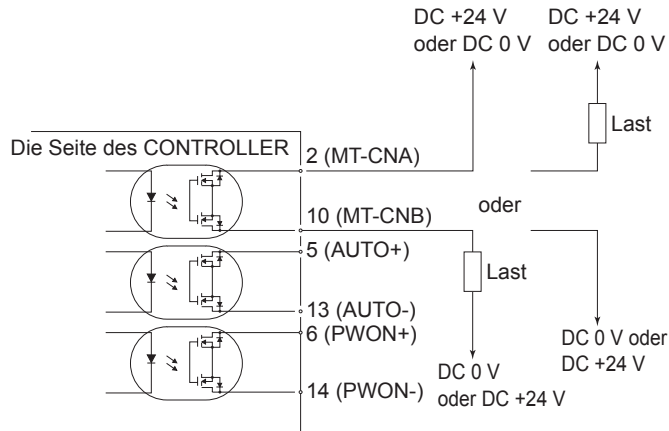

Abb. 30
- Angelegte Spannung (V)  $\leq$  DC +30 V
Verwenden Sie eine externe Stromquelle für Ausgangsschaltungen. Es wird empfohlen, eine separate Stromversorgung für Eingang/Ausgang-Anschluss B ④ zu verwenden. Siehe Abb. 30 für die Anschlüsse.